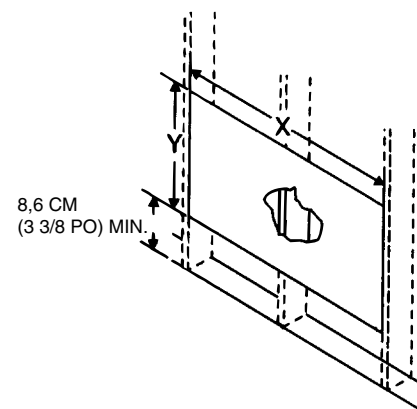

FIGURE 20 — EMPLACEMENT DE L'INSTALLATION MURALE
5. Percez ou faites un trou de chaque côté du montant central. Consultez la Figure 20.
6. Mesurez entre les côtés intérieurs des autres montants, tel qu'illustré à la Figure 20.